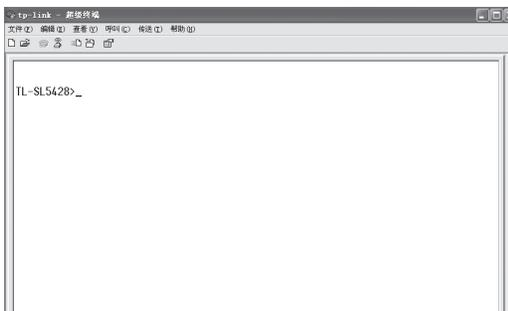

图4-8 命令行主窗口
6. 在超级终端主窗口中输入回车键, 可以看到“TL-SL5428>”的提示符, 说明已成功登录交换机。如图4-8所示。